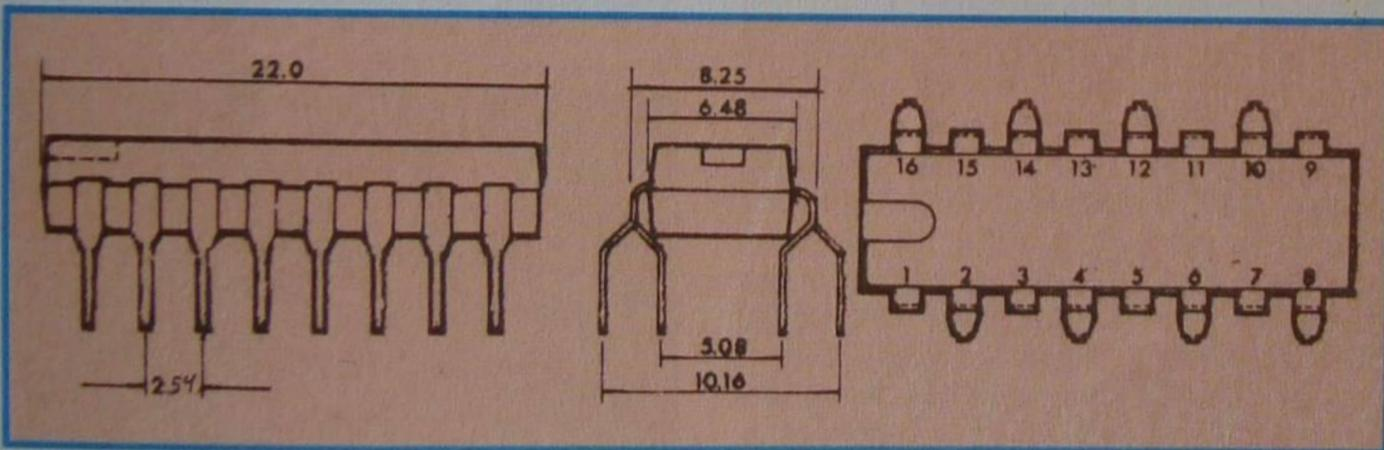
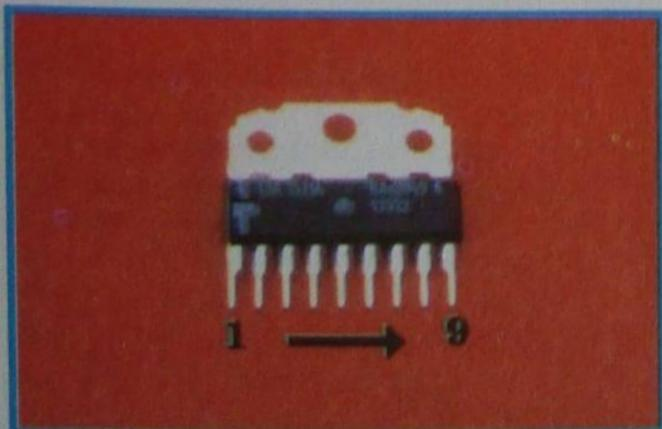

Figura 6 - Encapsulamento Quad-In-Line.
Figura 7 - Sentido de contagem dos terminais de um CI.
3) **quádruplo em linha** ("quadruple-in-line", ou "Quad-In-Line", em inglês), se os terminais são alinhados de modo a formar quatro filas, conforme mostrado na **figura 6**.
**horário**, a partir de uma pinta ou um chanfro (às vezes, as duas coisas) em um dos cantos do invólucro, conforme indicado na **figura 6** (para encapsulamentos DIL ou Quad-In-Line); ou **da esquerda para a direita**, conforme indicado na **figura 7** (para encapsulamento SIP e similares).